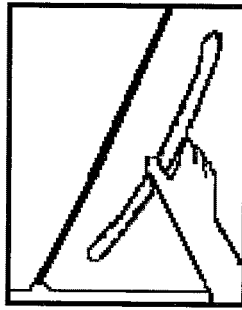

FIGURE 12
**AVIS IMPORTANT: Tenez toujours la poignée du four par le milieu pour ouvrir la porte du four. (Voir figure 12)**